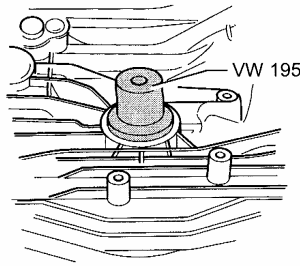

图 12-112 嵌入密封圈
(1) 把用于右法兰轴的新密封圈 (5.5mm) 嵌入到壳体表面下方, 注意此时不要歪斜, 如图 12-112 所示。